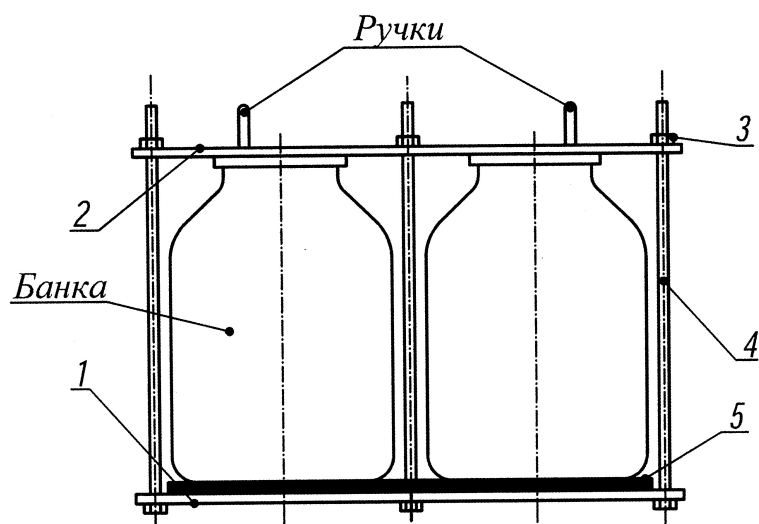

Рисунок 2 - Кассета
Установить в кассету подготовленное количество банок с закатанными продуктами согласно таблице 2 и надежно зафиксировать банки в кассете с помощью зажимных гаек 3 (рис. 2), затягивая их крест-накрест ключом так, чтобы плотно притянуть крышку 2 к банкам с лёгким усилием.
При установке банок в два слоя, банки верхнего слоя устанавливаются непосредственно на банки нижнего слоя без резиновой прокладки 5 (рис.2). Банки должны располагаться как можно ближе к шпилькам. Банки должны иметь одинаковую высоту. Проверить надёжность крепления банок, для этого
3.18. Вынуть кассету (рис. 2) из автоклава и установить в безопасное место для дальнейшего остывания .
3.19. **После остывания банок до комнатной температуры** открутить гайки 3 (рис. 2), снять крышку 2, вынуть банки с консервируемой продукцией и проверить состояние крышек, банок и прочность закатки.